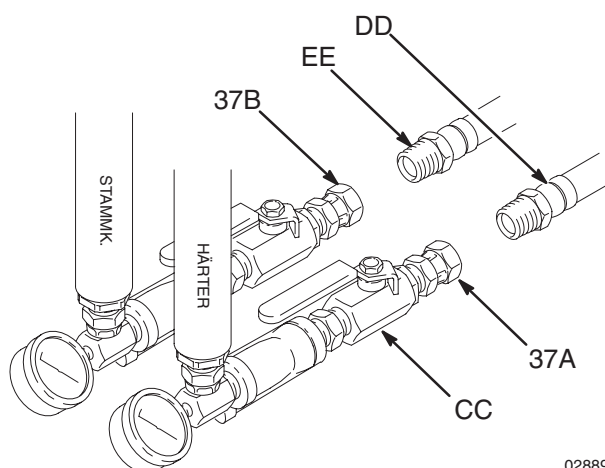

Abb. 6
1. Den Stammkomponenten-Zufuhrschlauch (EE) am 3/4" NPT-Drehgelenkeinlass (37B) für die Stammkomponenten-Unterpumpe anschließen. Siehe Abb. 6.
2. Den Härter-Zufuhrschlauch (DD) am 3/4" NPT-Drehgelenkeinlass (37A) für die Härter-Unterpumpe anschließen. Siehe Abb. 6.